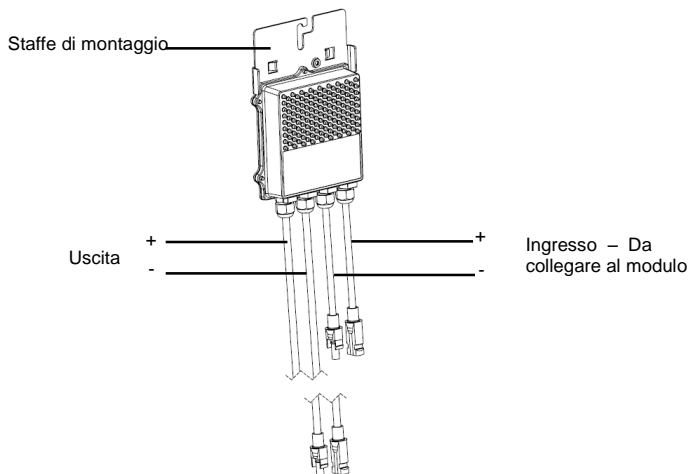

Figura 1: Connettori dell'ottimizzatore di potenza
- 1 Determinare la posizione di montaggio dell'ottimizzatore di potenza e utilizzare le staffe di montaggio degli ottimizzatori di potenza per collegare l'ottimizzatore di potenza alla struttura di supporto (vedere Figura 1).